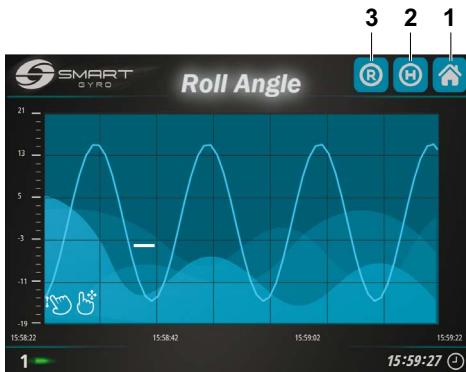

Figura 26
la página de ángulo de balanceo se visualiza en la pantalla (Figura 26).
Presionando el icono “R” en la esquina superior derecha (Figura 26, (3)), se inicia la visualización del gráfico; el gráfico se desplaza hacia la izquierda.
Presionando el icono «H» (Figura 26, (2)), la pantalla visualiza los datos almacenados en la memoria no volátil de la pantalla, como un proceso en segundo plano.
Al presionar el icono de Inicio en la esquina superior derecha (Figura 26, (1)), volverá a la página de Inicio.